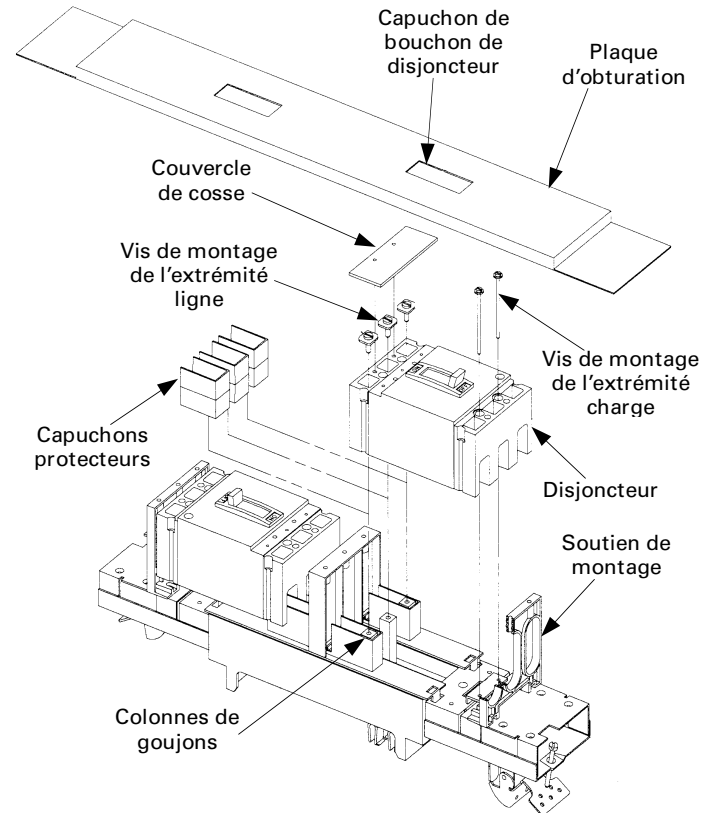

Figure 1. Module de disjoncteur typique. (Il est possible que la configuration spécifique de votre module n'apparaisse pas comme montré.)
- Préparer le module.** Retirer la garniture latérale et la plaque d'obturation de la position du nouveau disjoncteur, comme montré à la Figure 1. Retirer les capuchons protecteurs ou le ruban isolant des hauts des colonnes de l'extrémité ligne et mettre de côté.